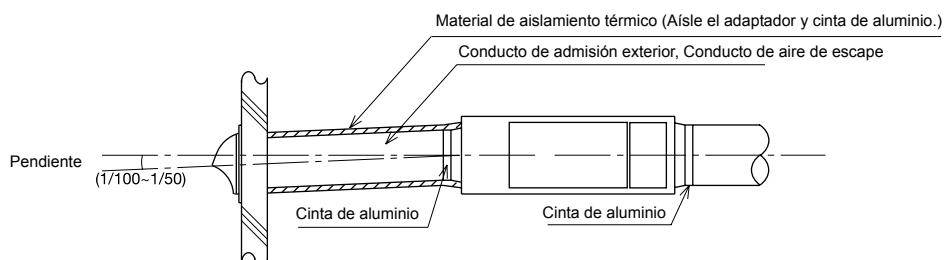

Fig. 2
- Instale dos conductos exteriores de forma que queden en pendiente hacia el exterior para impedir que entre agua al interior. (Pendiente: 1/100~1/50) (Fig. 2)
- No se olvide nunca de aislar térmicamente los dos conductos exteriores (incluyendo el conducto de aire exterior y aire de escape) para evitar el rocío. (Material: Lana vegetal, Grosor-25mm) (Fig. 2)